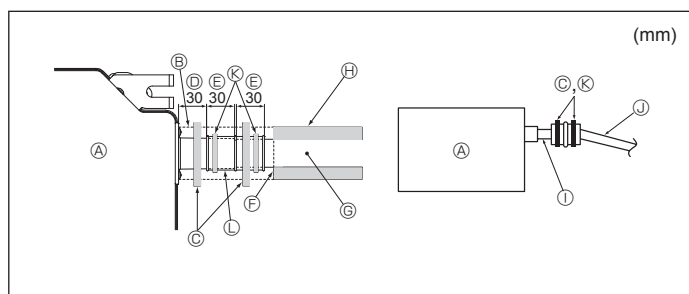

Fig. 3-5
- ① TUBE PVC D.E.  $\varnothing$  38 pour la mise en place groupée des tuyaux. (Isolation de 9 mm minimum)
- ② Jusqu'à 850 mm
1. Raccordez la prise d'écoulement (fournie avec l'appareil) à l'orifice de drainage. (Fig. 3-5)